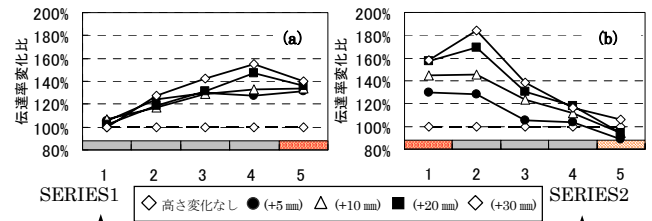
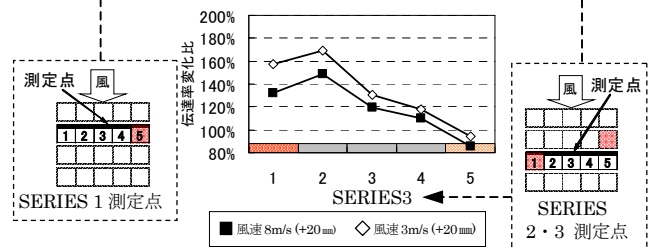
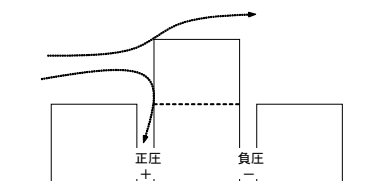

図 5 高さ変化なしに対する伝達率変化比
図 6 風速変化に対する伝達率変化比
図 7 風の流れ
**3. 結果と考察** SERIES1 の伝達率変化比を **図 5 - (a)** に示す。高さ変化がない場合と比較し、平均で+5 mmは 1.23 倍、+10 mmは 1.23 倍、+20 mmは 1.27 倍、+30 mmは 1.33 倍となり、高さ変化の効果があらわれた。これは、高さ変化させた建物に当たった風の吹き降ろし (**図 7**) によって、街路に風が流れ込んだためと考えられる。SERIES2 の伝達率変化比を **図 5 - (b)** に示す。平均で+5 mmは 1.11 倍、+10 mmは 1.24 倍、+20 mmは 1.34 倍、+30 mmは 1.41 倍となった。高さ変化を 2 箇所にした場合、+10 mm以上では吹き降ろしに加え、はく離流による負圧の効果 (**図 7**) で、更に風通しが向上した。SERIES3 の伝達率変化比を **図 6** に示す。風速 3m/s と風速 8m/s の風速変化を比較すると、風速 3m/s が、平均 1.12 倍高かったが、グラフの分布形状は同様な傾向を示したことから、むしろ低風速時でも街区内部に風が取り込めると考えられる。